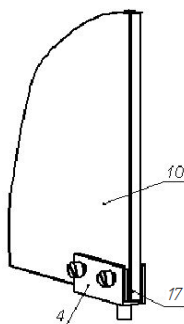

Рис.3
4.6. После этого установить стеклянную дверь (см. рис.3), закрепив её на петлях 4, с помощью винтов М4х4 и прокладок металлических 17 (40х15) мм, входящих в комплект поставки. При установке дверей необходимо обеспечить равномерный зазор между стеклом и стенками корпуса.